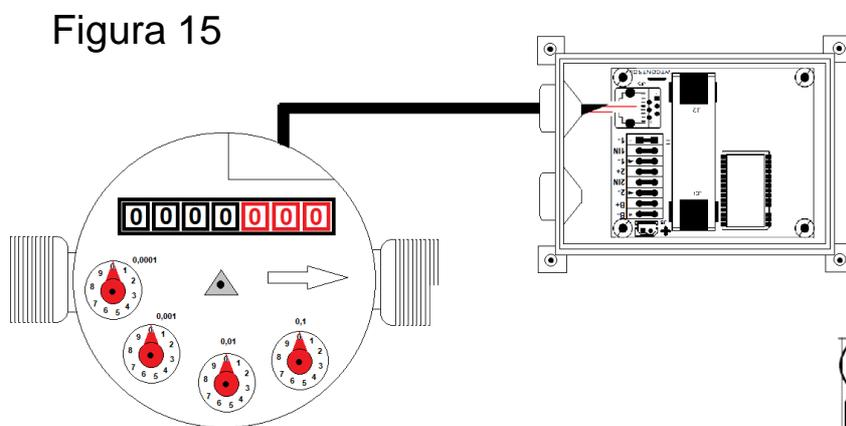
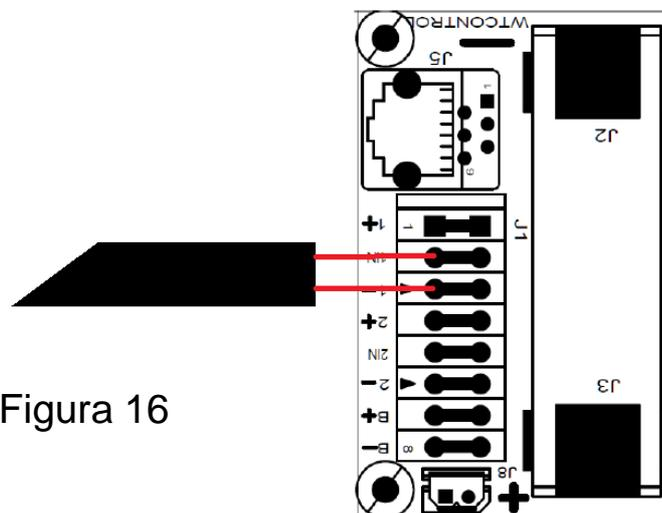

Figura 15
Figura 16
**3.4** – Inserire il cavo del reed attraverso il foro del passacavo ed inserirlo all'interno del contenitore fino ad arrivare alla morsetteria (Figura 15). Collegare i due terminali del reed ai morsetti 1IN e 1- (Figura 16). In questo modo il contatore sarà abbinato alla matricola presente sull'etichetta del TX3.